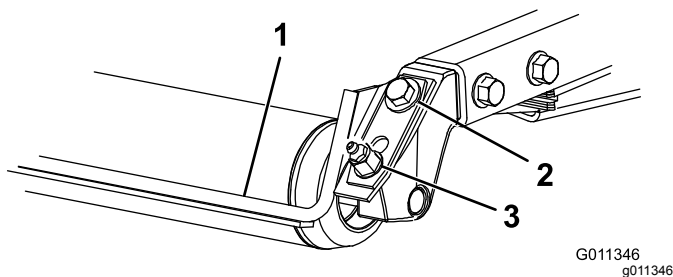

Figure 10
1. Desserrez le graisseur et la vis de fixation (Figure 10).